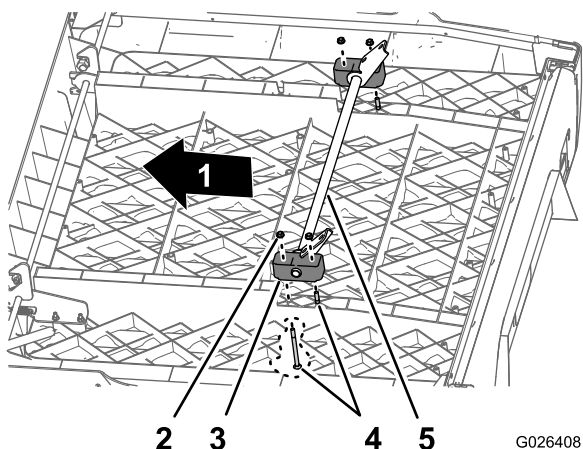

Рисунок 8
1. На **старом** грузовом кузове открутите 4 каретных болта (3/8 x 5 дюйма) и 4 рифленные гайки (3/8 дюйма), которые крепят 2 поворотные блоки и кронштейн шарнира в сборе к нижней части кузова (Рисунок 8).